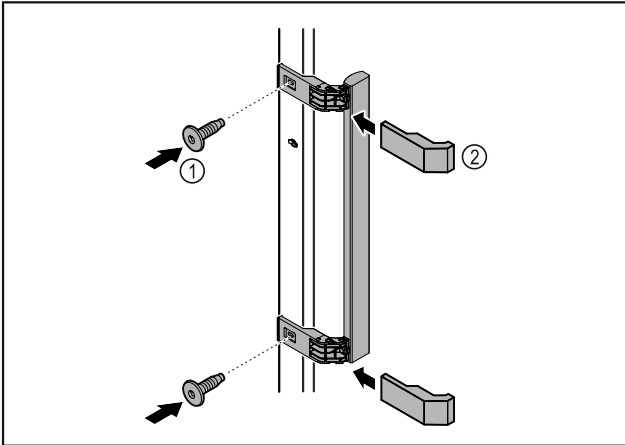

Fig. 7
- ▶ Ручку з комплекту додаткового обладнання з доданими гвинтами Fig. 7 (1) розмістити на дверях.
- ▶ Одягти кришку Fig. 7 (2).